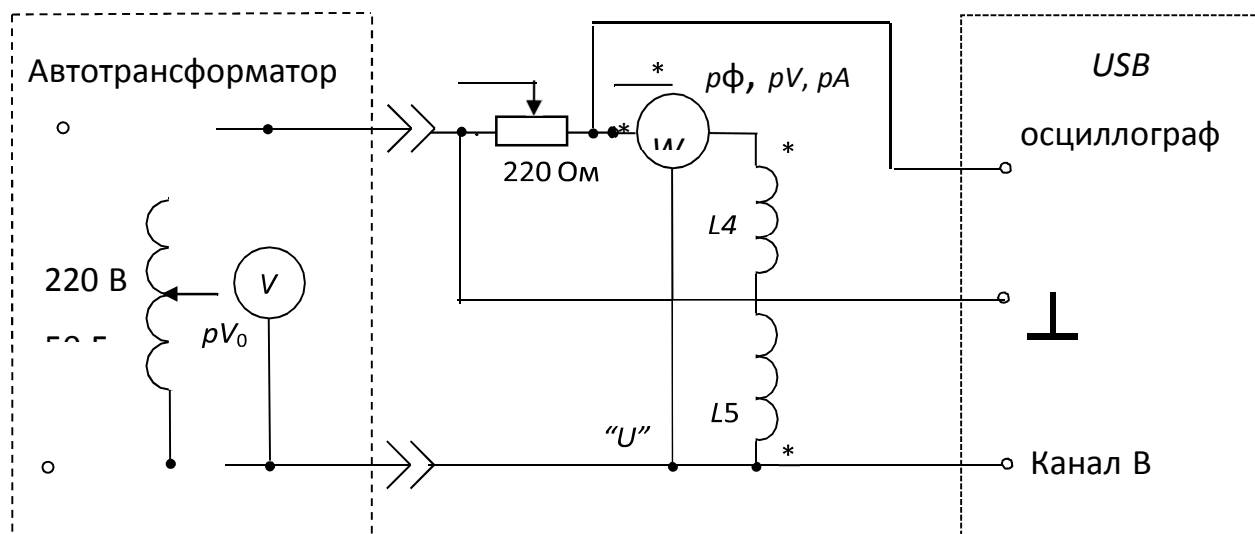

Рис. 6.7. Схема исследуемой цепи с *USB* осциллографом
4.10. Соберите электрическую цепь для исследования изменений фазовых сдвигов между входными токами и напряжениями последовательно соединенных катушек $L4$ и $L5$ (рис. 6.7). Обратите внимание на способы включения катушек. *USB* осциллограф располагается в «Блоке аналоговых устройств». До проверки цепи преподавателем подготовьте *USB* осциллограф и программу *DiScope* к работе.